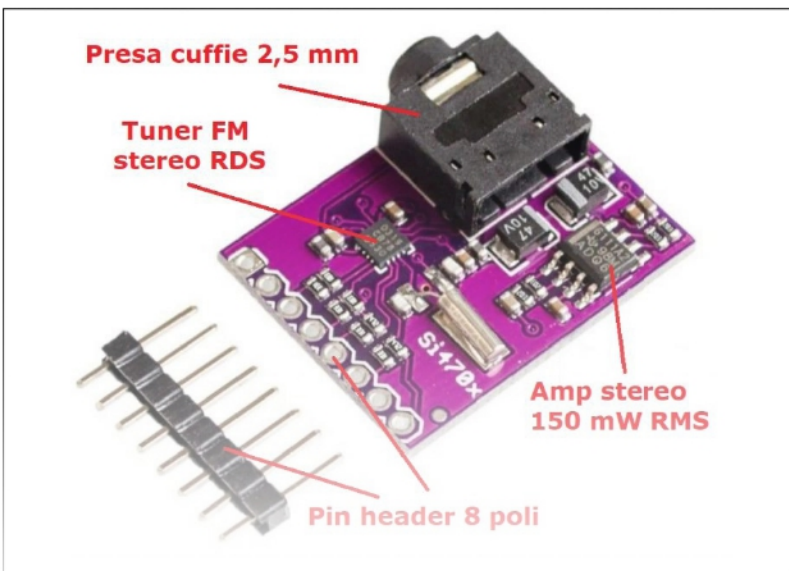

Figura 2: Un esempio di modulo basato sul chip Si470x
- **modulo radio basato sul chip Si4702/03** sviluppato e prodotto da Silicon Labs [1]. Il modulo, visibile in **Figura 2**, ha dimensioni estremamente compatte, è economico e facilmente reperibile onli-